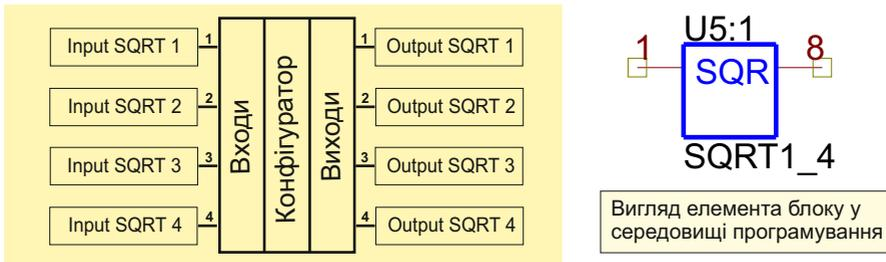

Рис. 28 Схематичне зображення блока “Корінь квадратний”
2.12 Блок **Квадратний корінь** містить 4 входи і 4 виходи і є 4-х елементним, тобто складається з 4-х незалежних елементів, кожен з яких містить 1 вхід і 1 вихід (Рис. 28).